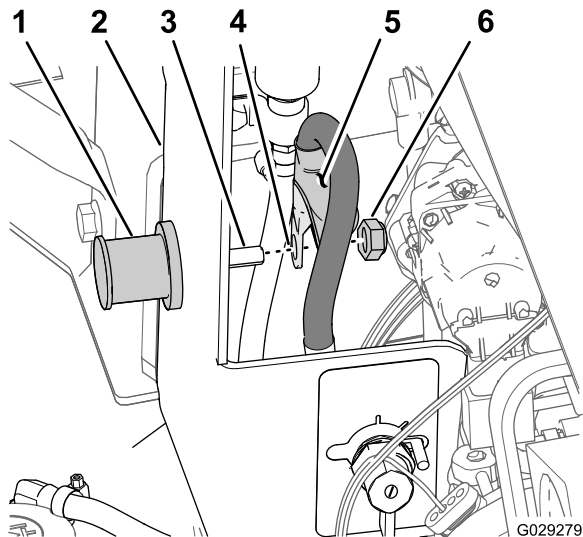

Figura 3
1. No lado interno do terminal de partida auxiliar, recue a capa isoladora, remova a porca e o cabo do pino rosqueado (Figura 3).